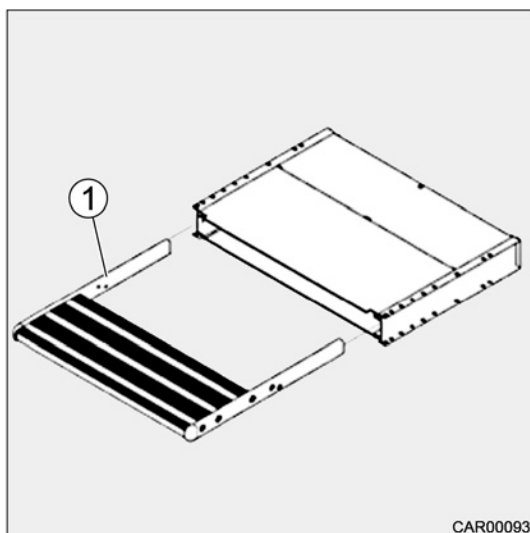

Fig. 24 Déverrouillage de secours
3. Tirer la marche (Fig. 24/1) en dehors.